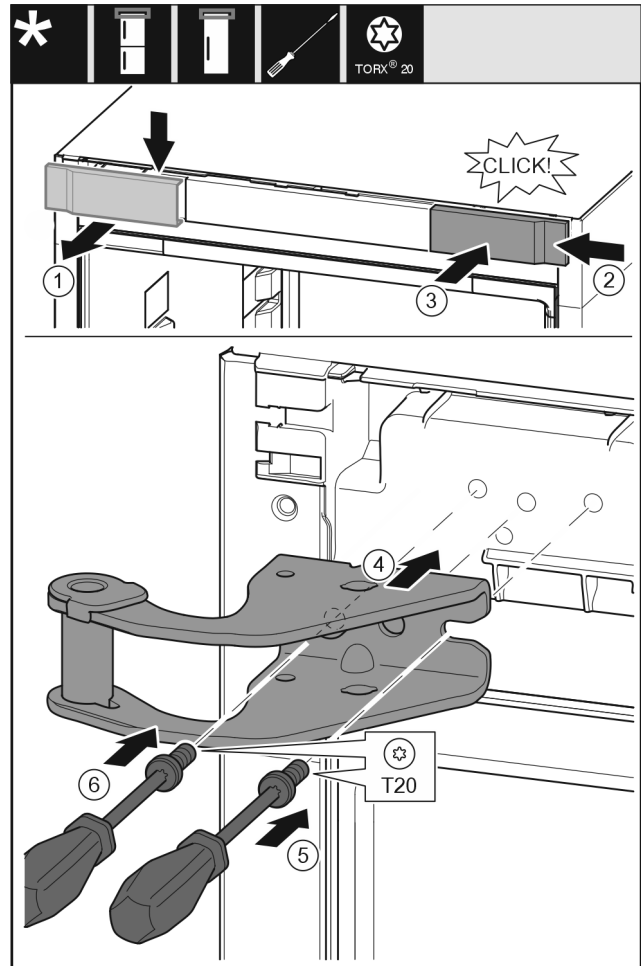

Fig. 12
- ▶ Abdeckung von oben nach vorne abnehmen. Fig. 12 (1)
- ▶ Abdeckung um 180° gedreht auf der anderen Seite von rechts einhängen. Fig. 12 (2)
- ▶ Abdeckung einrasten. Fig. 12 (3)
- ▶ Oberen Lagerbock ansetzen. Fig. 12 (4)
- ▶ Schraube mit Schraubendreher T20 ansetzen und festdrehen. Fig. 12 (5)
- ▶ Schraube mit Schraubendreher T20 einsetzen und festdrehen. Fig. 12 (6)